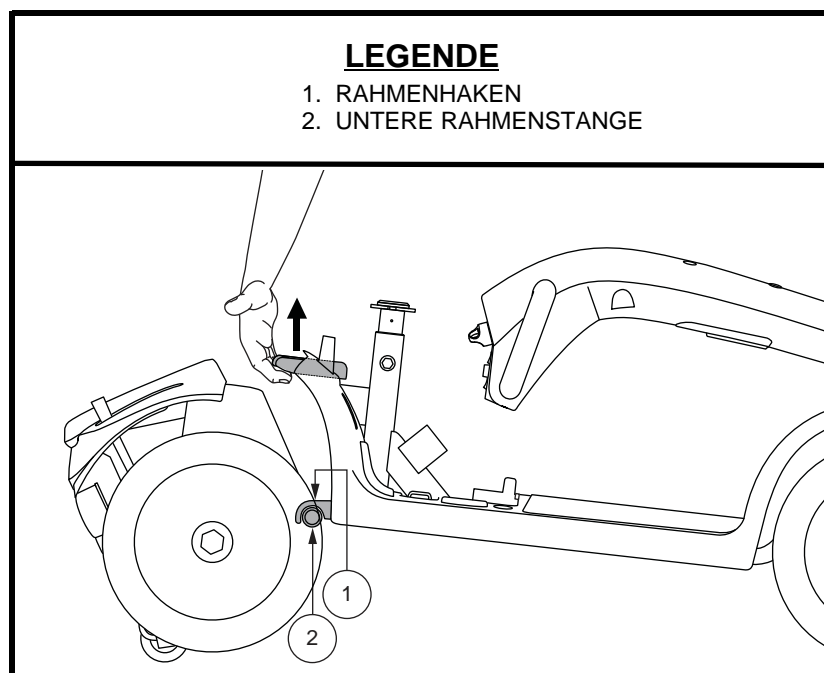

Abb. 23. Rahmenverriegelungshebel
3. Festhalten und Hochheben am Rahmenlösehebel **Siehe Abb. 23.**
1. Vorder- und Heckteil Ihres Elektromobils wie in **Abb. 23** dargestellt positionieren.